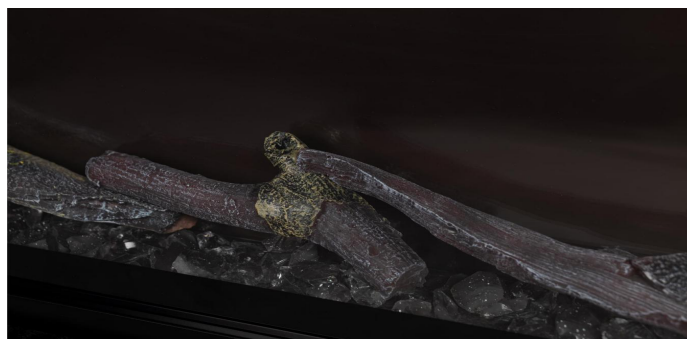

Fig. 3-2
C. Umieść polana na wierzchu przydymionych kryształów. **Rys. 3-2.**